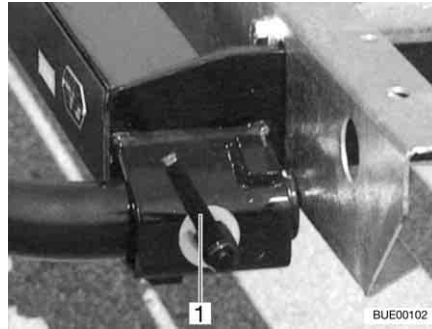

Fig. 6 Cierre rápido
- Encajar el soporte a la izquierda y a la derecha en el marco y retenerlo con un cierre rápido (Fig. 6,1) de cada lado.
- Soltar el cierre rápido (Fig. 6,1) y extraer el soporte de los alojamientos en el marco.